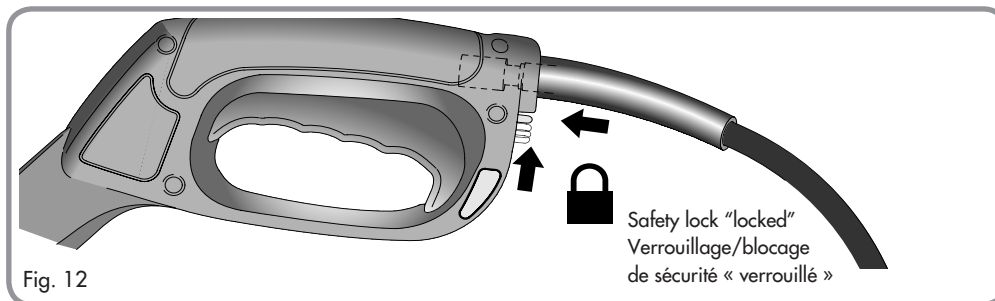

Fig. 12
- Connect high pressure hose to the gun and then lock hose safety device. (Fig. 12)
- Branchez le boyau haute pression au pistolet puis verrouillez le dispositif de sécurité du boyau. (Fig. 12)